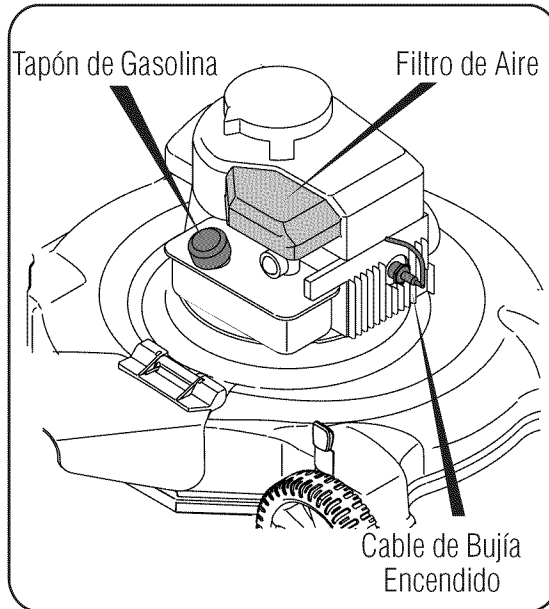

Figura 4
1. Desconecte el cable de la bujía. Drene la gasolina de la podadora o coloque un trozo de plástico debajo del tapón de llenado del combustible. Ver la Figura 4.
2. Saque el perno y el soporte de campana de la cuchilla que sostienen la cuchilla y el adaptador de la misma al cigüeñal del motor. Ver la Figura 4.